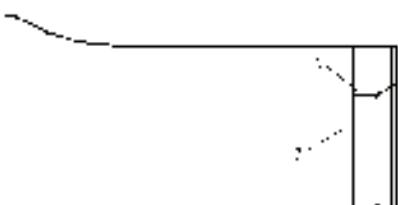
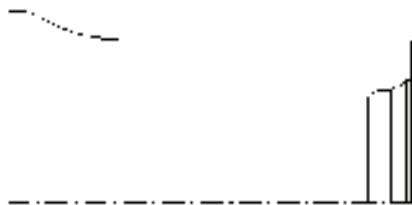

图 8-84 旋转直线 1
图 8-85 圆角处理
9) 单击“修改”工具栏中的“旋转”按钮 $\textcircled{O}$ ，将图 8-83 所示的水平线 1 以图 8-82 所示的 B 点为基点旋转 45°，修剪后的结果如图 8-84 所示。
10) 单击“修改”工具栏中的“圆角”按钮 $\textcircled{C}$ ，将图 8-84 所示的直线 2 和直线 3 进行圆角处理，圆角半径为“2”。修剪后的结果如图 8-85 所示。